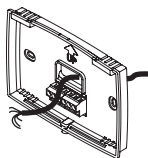

Figura 2
5. Pasar los cables por la gran abertura ubicada en la parte inferior, en el centro de la placa mural, como se ve en la Figura 2.